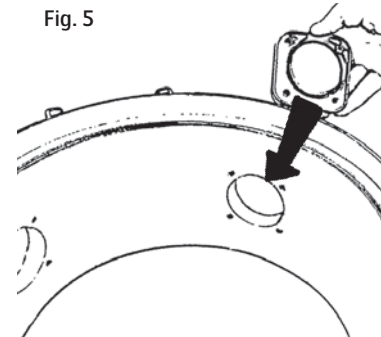

Fig. 5
4. Tilpass (flytt) sugstussen til det nye uttaket. NB! Stussen er merket med "Up". Pass på at stussen monteres med "Up" oppover. Fest stussen ved å montere og skru i de fire skruene, Fig. 5.